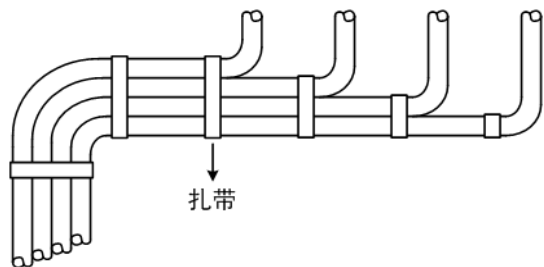

图6-1 有序绑扎线缆
1. 有序绑扎线缆。如图6-1所示线缆应按摆放顺序进行绑扎，保持顺直，防止线缆互相缠绕，做到横平竖直，绑扎位置高度应相同。